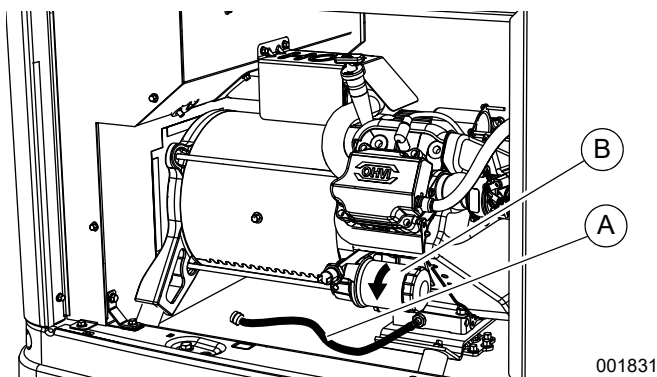
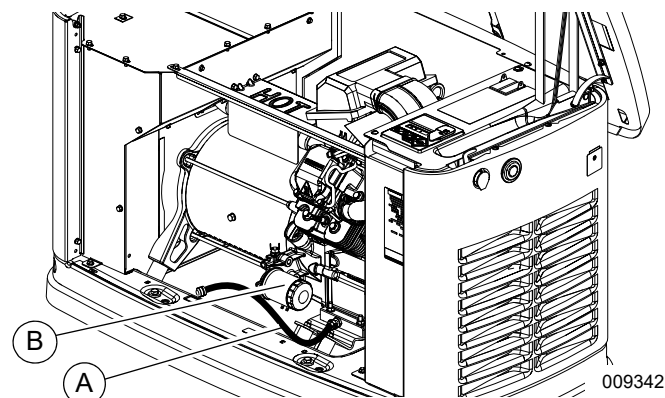
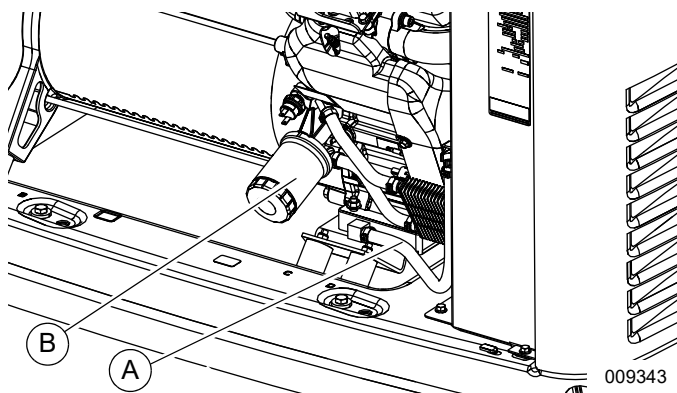

Figure 4-1. Filtre à huile et flexible de vidange (10 kW)
Figure 4-2. Filtre à huile et flexible de vidange (14 à 18 kW)
Figure 4-3. Filtre à huile et flexible de vidange (20 à 24 kW)
2. Voir Figure 4-1, Figure 4-2 ou Figure 4-3. Démontez le panneau avant une fois que l'appareil a refroidi. Dégager le flexible de vidange d'huile (A) de son clip de fixation. Retirer le capuchon du flexible et place l'extrémité libre dans un récipient adapté. Vidanger l'huile.